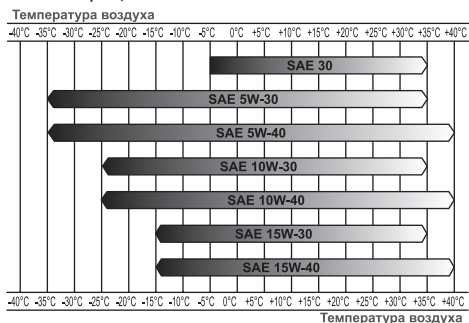

Рис. 8. Определение вязкости масла
*Нельзя применять масло для двухтактных двигателей. Рекомендуется применять моторное масло для четырехтактного бензинового двигателя категории SJ и выше по системе классификации API. Вязкость масла по классификации SAE выбирается в зависимости от температуры окружающего воздуха, при которой будет работать двигатель. При выборе вязкости масла пользуйтесь таблицей, показанной на Рис. 8.*